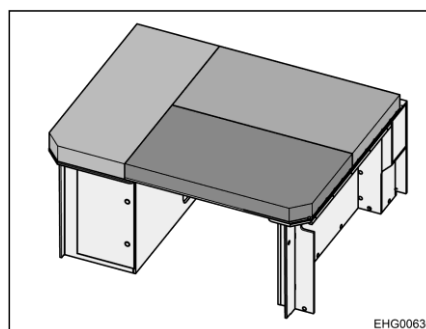

Fig. 49 Cama trasera (transformada para dormir)
- Distribuir los cojines en la superficie de descanso del modo mostrado en Fig. 49.